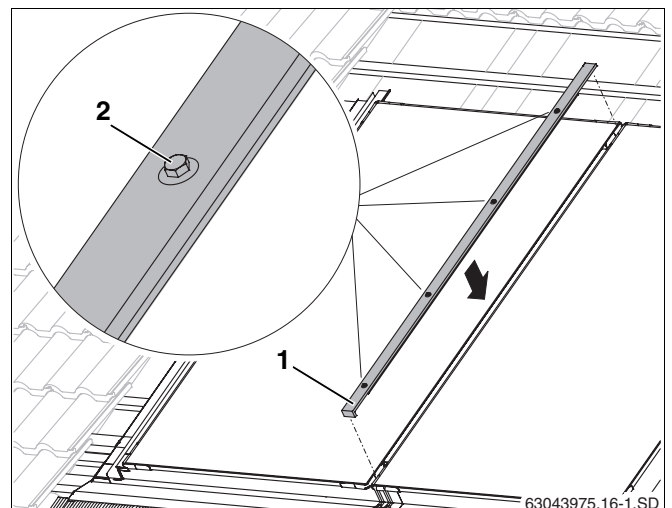

Fig. 51 Chapa de cobertura central
- ▶ Comprimir a chapa de cobertura (fig. 51, **item 1**) com o chanfro virado para baixo no espaço intermédio entre dois colectores e alinhá-la no centro.
- ▶ Apertar manualmente os parafusos (fig. 51, **item 2**), a começar por baixo, com uma chave de boca SW 8.